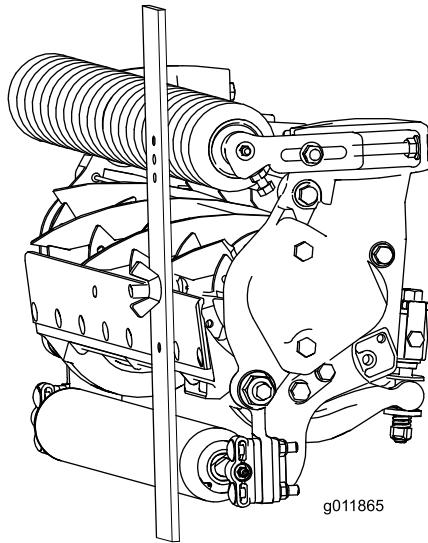

Bild 16
3. Haken Sie den Schraubenkopf an die Schnittkante des Untermessers ein, und stützen Sie das hintere Ende der Leiste auf der Heckrolle ab (Bild 16).
4. Drehen Sie die Einstellschraube, bis die vordere Rolle die Messleiste berührt (Bild 16). Stellen Sie beide Enden der Rolle ein, bis die ganze Rolle parallel zum Untermesser ist.